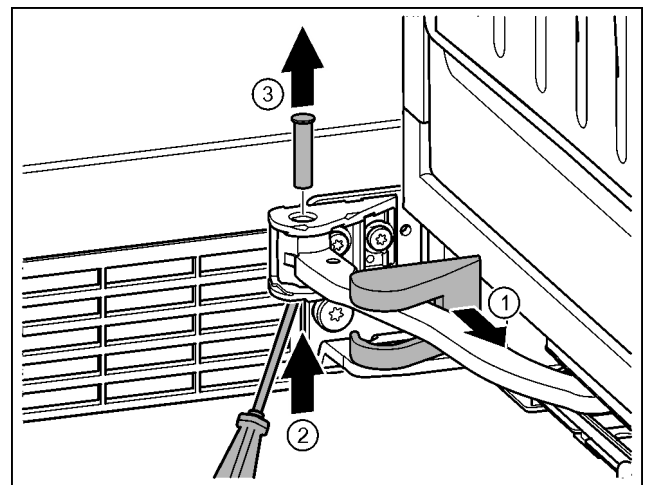

Fig. 17
- ▶ Afdekking van de lagerbus eraf trekken en langs het scharnier verschuiven. Fig. 17 (1)
- ▶ Bout met de vinger of schroevendraaier vanaf de onderkant optillen. Fig. 17 (2)
- ▶ De schroevendraaier onder de kop van de bout aanbrengen en eruit trekken. Fig. 17 (3)